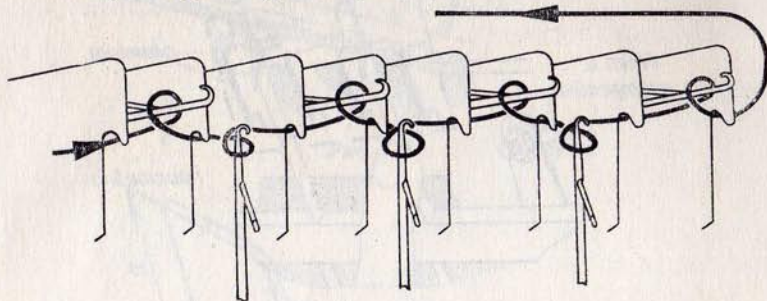

Рис. 12. Зарботка машины с приставкой
1. Способ заработки изделия при вязании на машине с приставкой с первого ряда (рис. 12).
лево, проложите под крючок следующей платины и т. д. Схема заработки представлена на рис. 12.